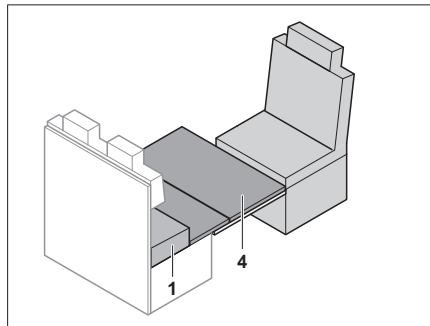

Bild 143 Notbettunterlage auflegen
- Notbettunterlage (Bild 143,4) auf den Tisch legen. Die vordere Kante der Notbettunterlage dabei direkt an den Fahrersitz anlegen.